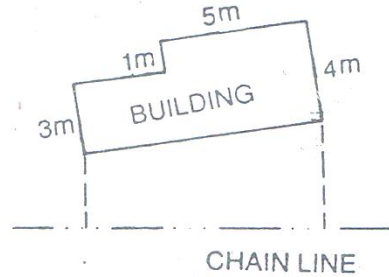

Fig. 2.13
- که چېرته تعمير کو چني وي دهغې کنجونه د مايل يا عمودي افست پواسطه باندې رسمېږي او نور نقاط په مستقيم ډول سره اندازه کوو او په ساحوي کتاب کېي ليکو. د fig 2.13 شکل مطابق